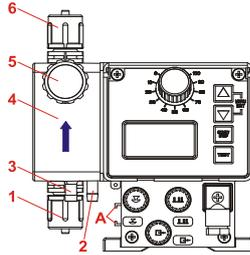

Abb. 5.1 Aufbau EMP II E60 (von vorne)
D) Zur einfachen Entlüftung der Dosierpumpe sollte der Entlüftungsanschluss (siehe Kapitel, 5, Abb. 5.1, Pos. 3) über eine separate Leitung in den Dosiermittelbehälter zurückgeführt werden.